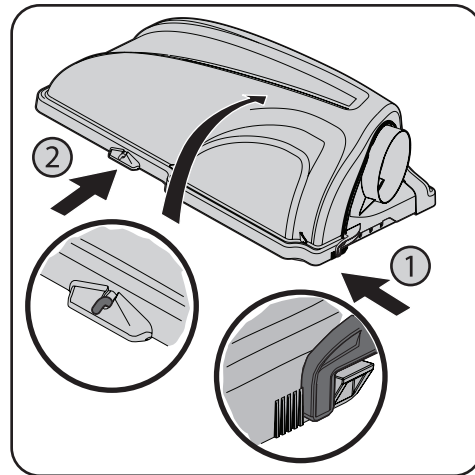

Figura 4-13
7. Abra la cubierta empujando hacia adentro la lengüeta posterior derecha con la mano derecha (1), y levantando la cubierta con la mano izquierda en la parte posterior central de la cubierta de la embolsadora (2), como se indica en la Figura 4-13.